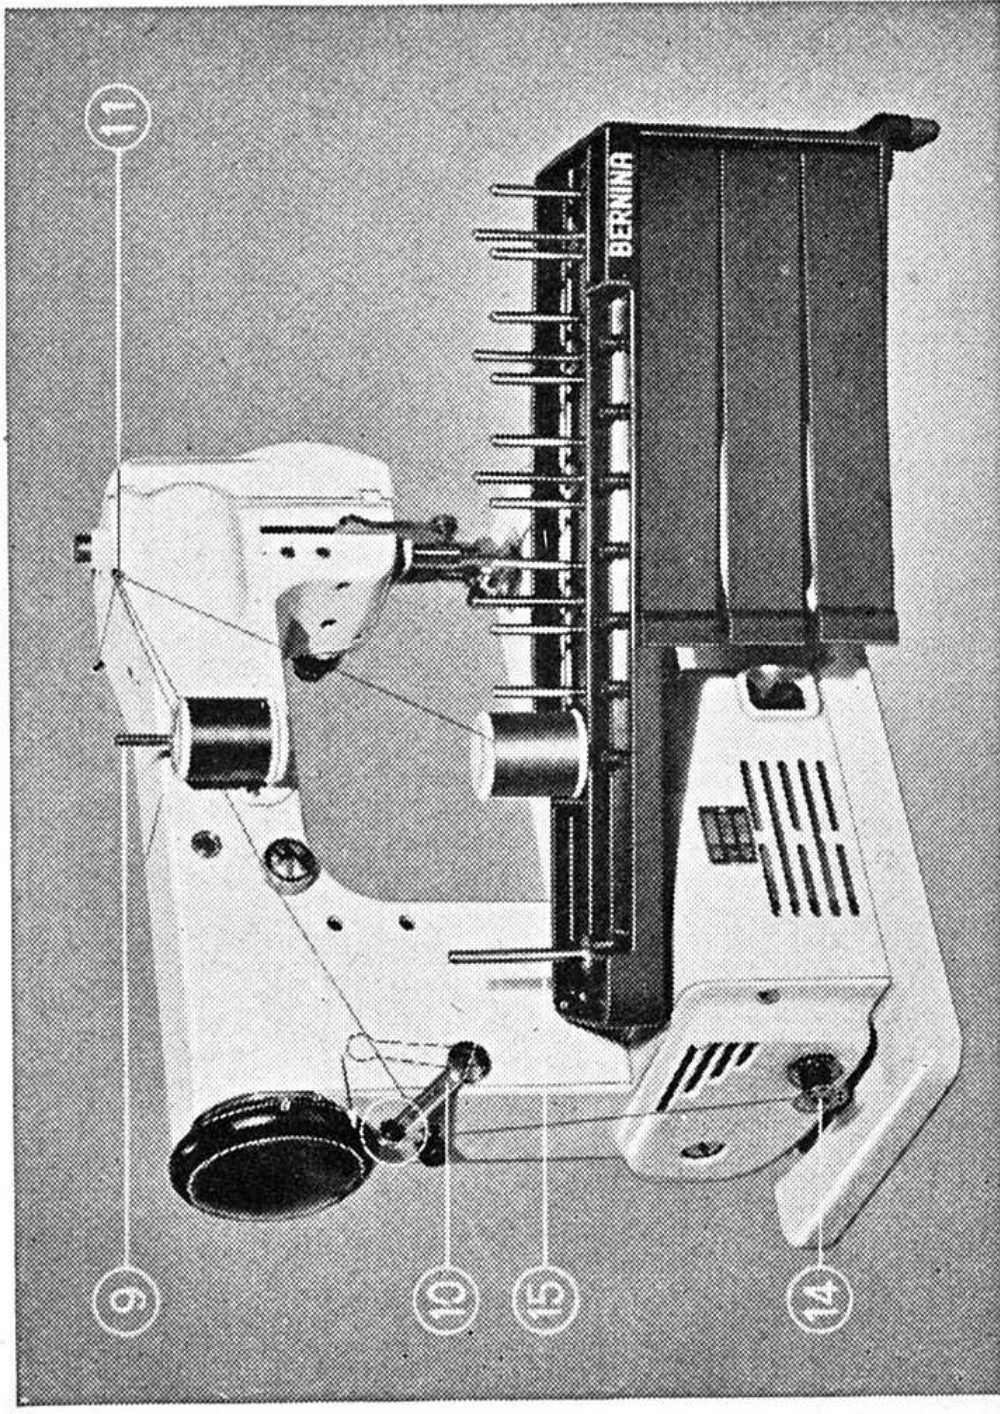

Fig. 9
6. Zum Oelen des Motors wird das Motorgehäuse entfernt. Zu diesem Zwecke löst man die beiden kleinen einander schräg gegenüber liegenden vernickelten Schrauben unterhalb der Grundplatte, sowie eine dritte, die sich seitlich des Motorgehäuses oberhalb der Spulrachse (Fig. 9, Nr. 14) befindet, und gibt zirka 4-5 Tropfen helles, geruchloses Nähmaschinen-Oel in die beiden Lager an den *rot* bezeichneten Stellen.
Fig. 9 a
Das Einfädeln des Garns zum Spulen ist sehr einfach. Von der Garnrolle auf dem Stift 9 führt man den Faden durch die Fadenöse 11 und von hier aus zum Fadenleitbügel 10, wo der Faden zuerst unter den Führungshaken 12, Fig. 9 a, und dann durch die Fadenspannungshaken 13, Fig. 9 a, geführt wird. Hierauf führt man den Faden direkt auf die Metallspule.